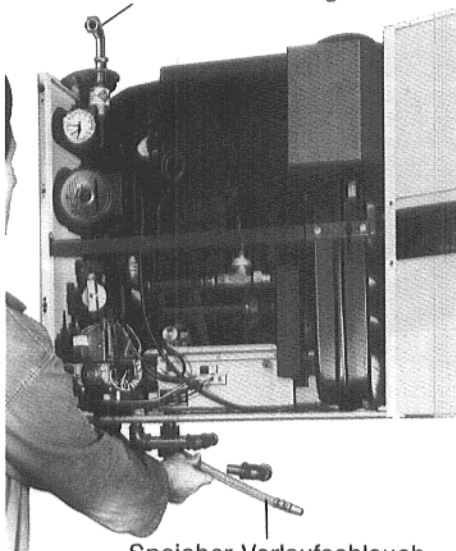

Abb. 27
12. Speicher-Vorlaufschlauch von oben durch den Kessel führen. Mit der Winkel-Verschraubung am Kessel (Speicher-Vorlaufanschluß) anschrauben (Abb. 27).
11. Speicher-Vorlaufschlauch von oben durch den Kessel führen und oben mit der Winkelverschraubung am Kessel (Speicher-Vorlaufanschluß) anschrauben (siehe Seite 15, Abb. 27).
13. Speicher-Vorlaufschlauch von oben durch den Kessel führen und oben mit der Winkel-Verschraubung am Kessel (Speicher-Vorlaufanschluß) anschrauben (siehe Seite 15, Abb. 27)
12. Speicher-Vorlaufschlauch von oben durch den Kessel führen und oben mit der Winkel-Verschraubung am Kessel (Speicher-Vorlaufanschluß anschrauben (Seite 15, Abb. 27).